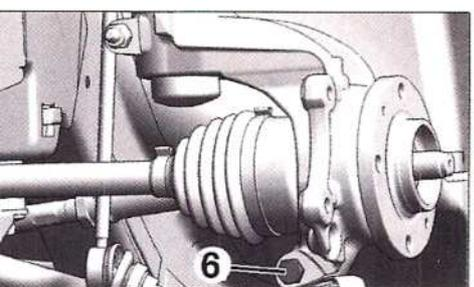

FIG. 3
Desmontar el tornillo de fijación (6) (Fig.3).